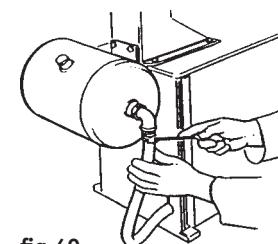

fig.40
- Inserire il tubo di gomma nel raccordo della bombola e stringere la fascia (fig.40)
- Connect the rubber hose to the cylinder connector and tighten the connector band (fig.40).
- Insérer le tuyau en caoutchouc dans le raccord de la bouteille et serrer la bande (fig. 40).
- den Gummischlauch in das Anschluß-stück der Flasche schieben und den Sicherungsring anziehen (Abb. 40).
- Introduzca el tubo de goma en la unión de la bombona y apriete la abrazadera. (fig. 40).